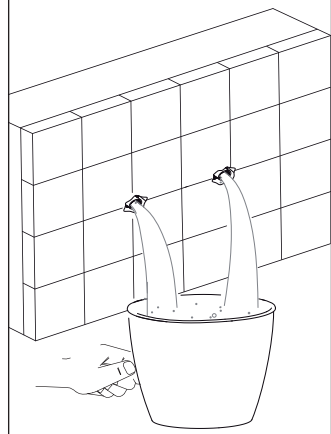
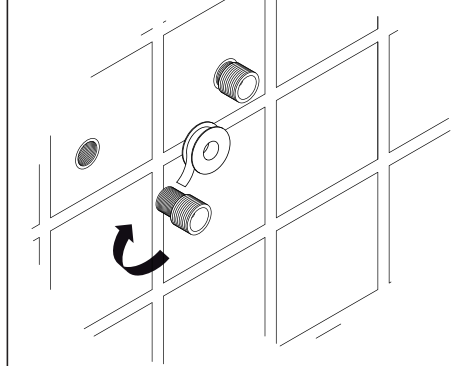
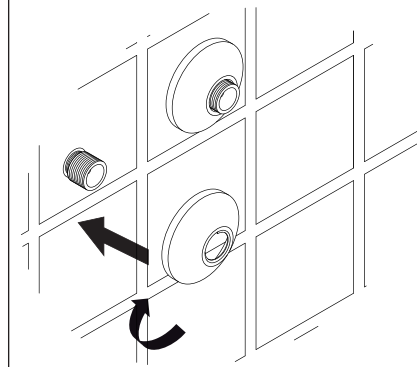

Fig. 02
Fig. 04
Fig. 05
• **Altura de tomas de agua recomendada 1,05 m.** (Ver pag.1 planos) Roscar las excéntricas en las tomas de salida de agua de la pared (Fig. 02 y 03). Hacer deslizar los florones, hasta tocar la pared (Fig. 04). Colocar las juntas de estanqueidad en las tuercas de conexión y rosar el grifo a las excéntricas con la llave nº29 (Fig. 05).
• **Recommended hot and cold water outlets 39,6"** (pag. 1, drawings). Thread S-unions to the water outlets (Fig. 02 and 03). Introduce the cover plates and thread to the S-unions (Fig. 04). Install the gaskets into the faucet nuts and thread the faucet to the S-unions with key nº29 (Fig. 05)
• **Hauteur recommandée pour les prises d'eau 1,05 m** (Voir plans page 1) Visser les excéntriques aux prises de sortie d'eau du mur (Fig. 2 et 3). Puis faire glisser les embelisseurs jusqu'à ce qu'ils soient en contact avec le mur (Fig. 04). Placez les joints d'étanchéité aux écrous de raccordement et vissez le robinet aux excéntriques avec la clé n° 29 (Fig. 5).